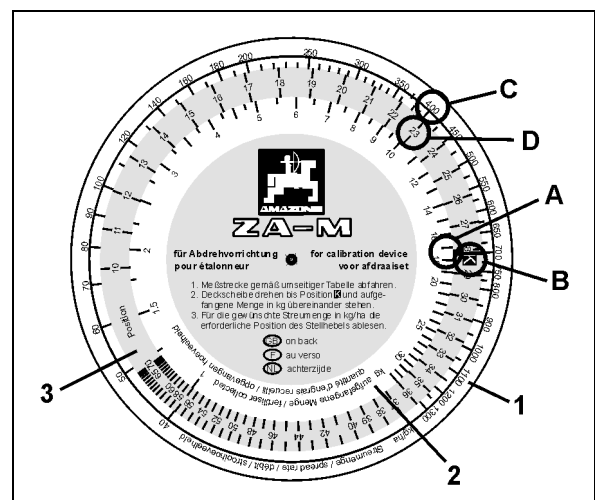

Fig. 53
7. Ta telleskiven for dreieprøver i hånden. Finn tallverdien "17,5" (Fig. 53/A) på skalaen (Fig. 53/2) for oppsamlet mengde [kg] og sett den overfor posisjon "K" (Fig. 53/B) på den fargede skalaen (Fig. 53/3).
8. Finn ønsket spredningsmengde (400 kg/ha) (Fig. 53/C) på skalaen for spredningsmengde (Fig. 53/1) og les av den nødvendige spjeldstillingen (posisjon) "23" (Fig. 53/D).